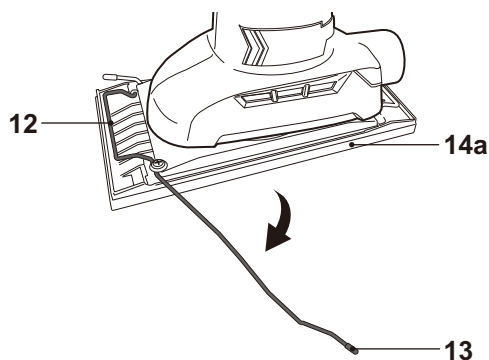

Fig. 11
- > Presione hacia abajo la palanca de sujeción (13) hacia abajo a lo largo de la placa base (14a) para abrir la barra de sujeción (12) (Fig. 11).